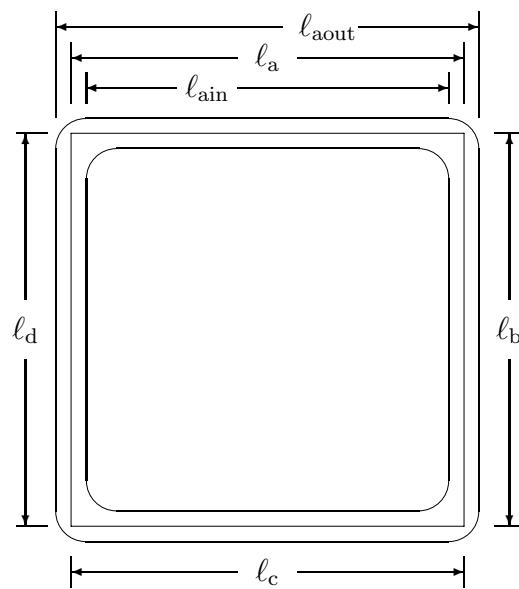

図 19.4: コイル導線の長さの測定
- 式19.7でコイルの導線の長さ $\ell(m)$ は、測定に用いたコイルが幅を持っているので各4辺の外側の長さと内側の長さを測定し、その中間の長さを用いる(図19.4 参照)。